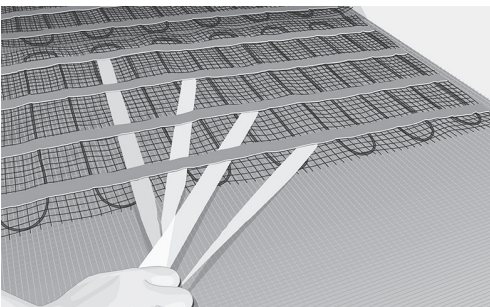

Fig. 8. Fjern dekkpapiret på baksiden av tapen og fest mattelengdene
12. Når matten(e) er plassert i samsvar med skissen og er godt festet til gulvflaten, fester du mattelengdene på gulvet ved å fjerne dekkpapiret fra den dobbeltsidige tapen og trykke tapen lett ned. Fortsett prosedyren til du har festet hele matten (Fig. 8).